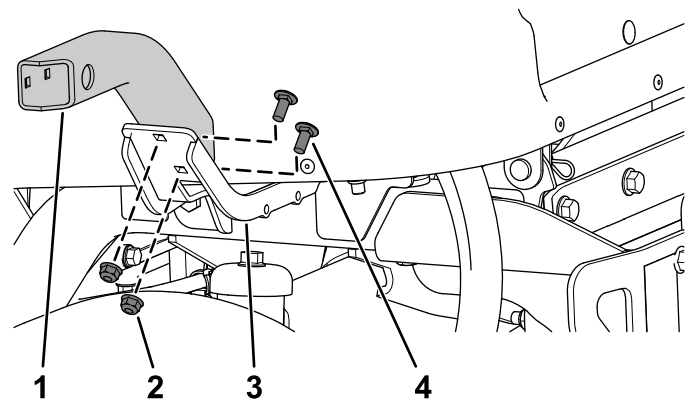

Figure 23
3. Fixez le support court gauche et le support court ou long droit aux supports gauche et droit à l'aide de 4 boulons de carrosserie ($5/16$ " x $3/4$ ") et 4 écrous à embase ($5/16$ "), comme montré à la Figure 23.